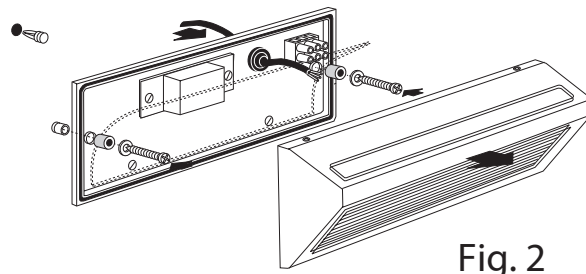

Fig. 2
- Insert the supply cable through the cable clamp placed on the back of the components plate (fig. 2).
- Fix the components plate to the wall with the screws, dowels and rubber packings supplied (fig. 2).
- Inserire il cavo di alimentazione attraverso il pressacavo posto sul retro della piastra componenti (fig. 2) .
- Fissare la piastra componenti alla parete tramite viti, tasselli e guarnizioni in gomma in dotazione (fig. 2) .
- Insérer le câble d'alimentation à travers le presse câble placé sur le derrière de la plaque composants (fig. 2) .
- Fixer la plaque composants au mur avec les vis, tampons et garnitures en caoutchouc fournies (fig. 2)
- Das Stromkabel durch die hinten an der Bauteileplatte angebrachte Kabelklemme führen (Abb. 2) .
- Die Bauteileplatte mit den beiliegenden Schrauben, Dübeln und Gummidichtungen an der Wand befestigen (Abb. 2).
- Insertar el cable de alimentación por el sujetacables situado en la parte trasera de la placa porta-componentes (fig. 2).
- Fijar la placa porta-componentes a la pared mediante los tornillos, los tacos y las juntas de goma suministrados (fig. 2).